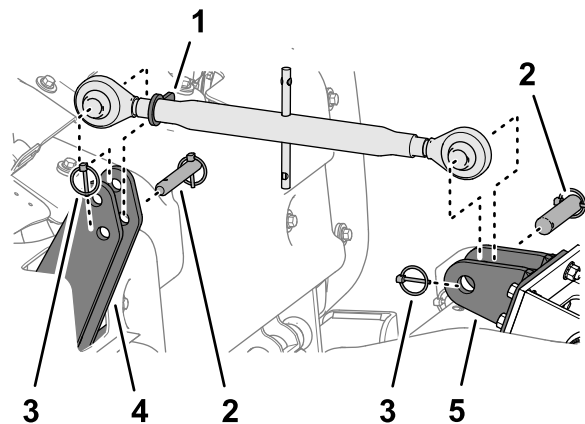

Figura 48
2. Afloje la contratuerca (Figura 48) y gire el brazo de enganche superior para aliviar la tensión entre la máquina y la unidad de tracción.
3. Retire el pasador de seguridad y el pasador de enganche que sujeta el brazo de enganche superior a las placas de enganche superiores de la máquina (Figura 48).
4. Retire el pasador de seguridad y el pasador de enganche que sujeta el brazo de enganche superior al soporte de la unidad de tracción (Figura 48).